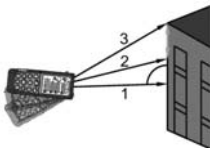

Fig. 11 : Mesure Indirecte à 3 points - mode 2
3. Placer l'instrument dans le point le plus bas (1) de la mesure (voir Fig. 11) et appuyer sur la touche  ou sur la touche latérale **MEAS**. Le résultat est affiché au premier écran partiel. Le symbole «  » s'affiche à l'écran avec côté « 2 » clignotant.
4. Placer l'instrument de la façon la plus horizontale possible (2) de la mesure (voir Fig. 11) et appuyer sur la touche  ou sur la touche latérale **MEAS** pour exécuter la mesure. Le résultat est affiché au deuxième écran partiel. Le symbole «  » s'affiche à l'écran avec côté « 3 » clignotant.
5. Placer l'instrument dans le point le plus haut (3) de la mesure (voir Fig. 11) et appuyer sur la touche  ou sur la touche latérale **MEAS** pour exécuter la mesure. Le résultat est affiché au deuxième écran partiel.
6. La valeur finale du résultat obtenu de la combinaison des mesures précédentes (voir la ligne en tirets de la Fig. 11) apparaît à l'écran résultant.